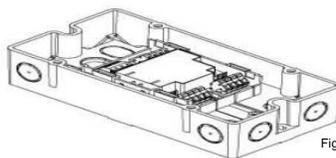

Fig. 4.2.2
- Instalação fora de um gabinete de comutação ou uma unidade de controle: Use caixa FDCH221 (Fig. 4.2.2).
3. Use dois parafusos (M4) para encaixar a caixa numa superfície plana (Fig.4.2.2). 182,0 ±1,0 mm.
2. Fixe o módulo com dois parafusos na caixa (Fig. 4.2.2).